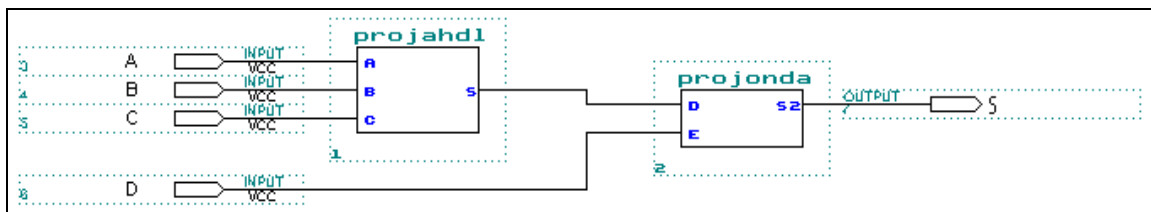

Figura 23
- Com os dois símbolos na tela, faça suas conexões e salve o projeto. Veja figura 23.